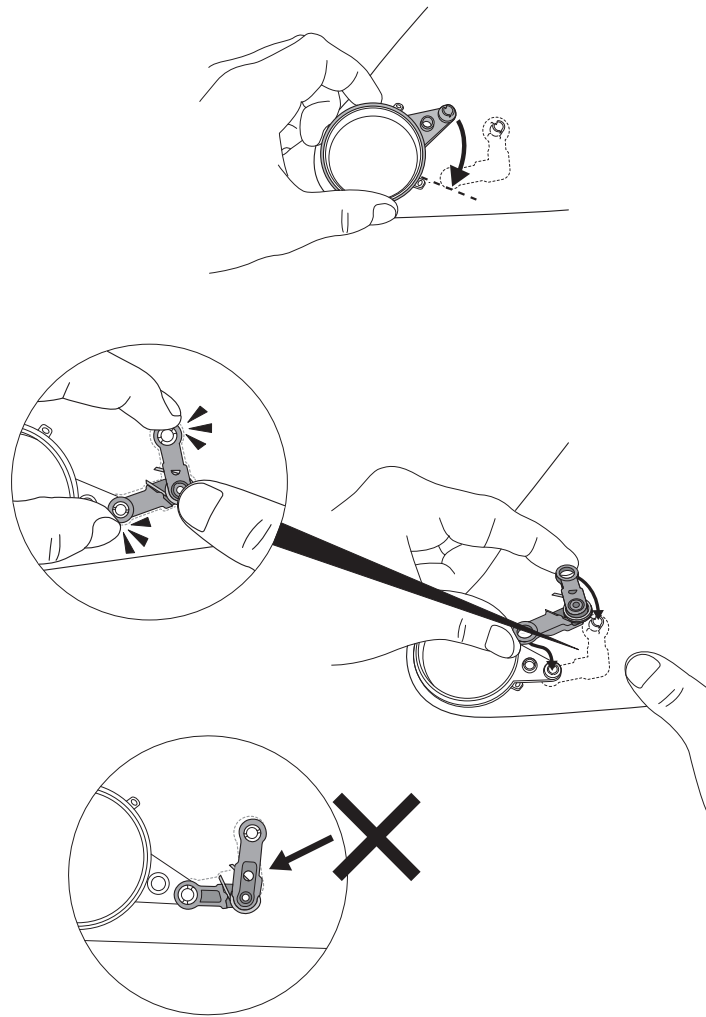

Fig. 16c
- d. Un tracé de la charnière est gravé à l'intérieur de l'écran de masque pour soudage. L'un des bras de la démarcation est plus court que l'autre. Le bras long de la charnière se fixe à la bague de pivot et le bras court de la charnière se fixe au tenon de l'écran de masque utilisé pour le soudage externe. Lorsqu'elle est installée correctement, la charnière correspondra exactement au tracé gravé sur l'écran de masque utilisé pour le soudage externe (Fig. 16c).